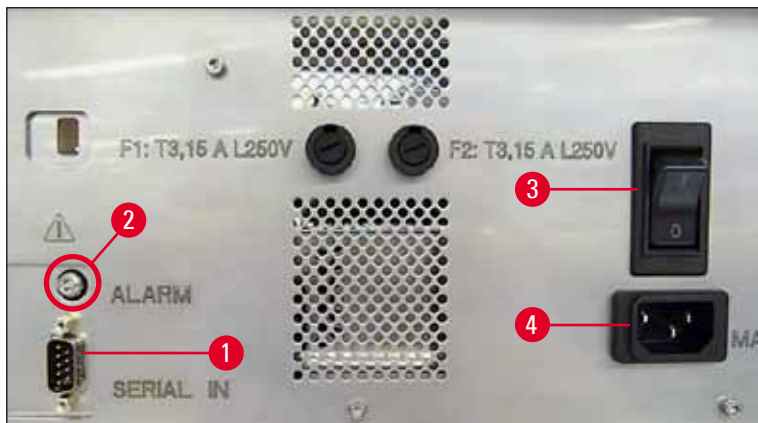

Fig. 31
- ① Las conexiones eléctricas están ubicadas en el panel trasero del equipo (→ "Fig. 31").